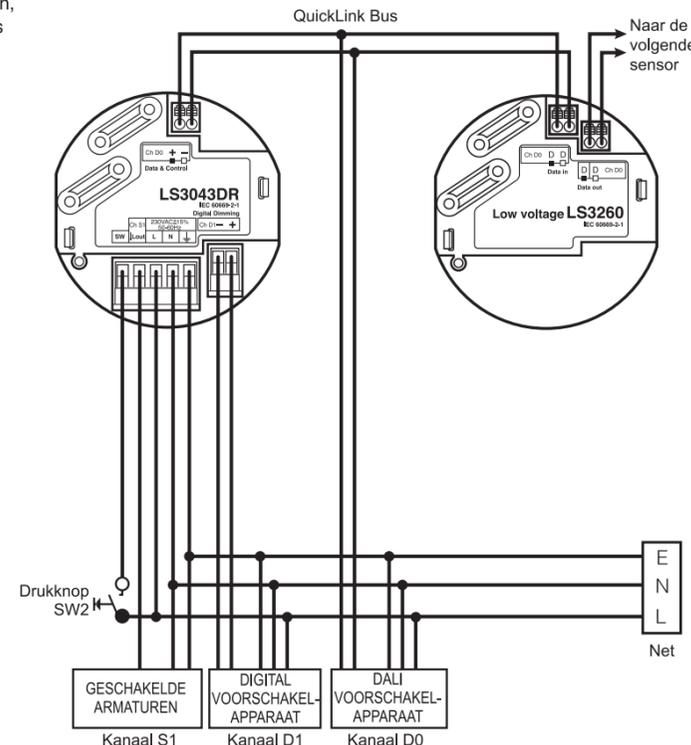

fig 4
### Helligkeitssensor mit Schutzkleinspannungsversorgung auf QuickLink-Bus (Abb. 4)
**Het diagram toont de aansluiting voor een netgevoede sensor. Voor een busgevoede laagspannings-aansluiting zie fig. 4**
### Gebruik van een Laagspannings Helderheidsensor aan de QuickLink Bus (fig 4)